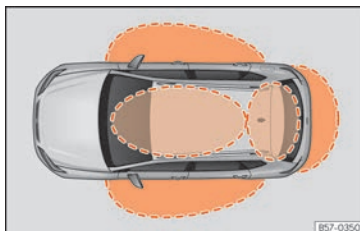
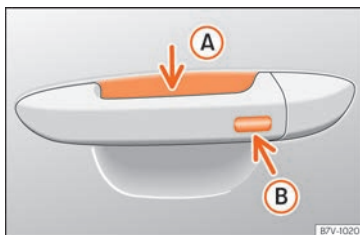

Fig. 80 Keyless Access: zonas de proximidade.
Fig. 81 Manípulo da porta: superfícies sensoras
» **Fig. 81**
O Keyless Access é um sistema de fecho e arranque sem chave com o qual se pode destrancar e trancar o veículo sem utilizar ativamente a chave do mesmo. Para isso, só é necessário que exista uma chave do veículo válida na zona de deteção correspondente à tentativa de acesso ao veículo » **Fig. 80** e tocar numa das superfícies sensoras dos manípulos das portas » **Fig. 81** ou acionar o *softtouch*/pega da porta da bagageira » **Página 113** » **📌**.
Se detetar uma chave válida numa das zonas próximas »» **Fig. 80**, o sistema de fecho e arranque sem chave Keyless Access atribui à referida chave direitos de acesso quando se toca numa das superfícies sensoras dos manípulos das portas ou se aciona o *soft-touch*/pega situado na porta da bagageira.
- Empurre o manípulo de uma das portas dianteiras. Ao fazê-lo, toca-se na superfície sensora »» **Fig. 81 A** (seta) do manípulo e destranca-se o veículo.
• Toque *uma vez* na superfície sensora de bloqueio »» **Fig. 81 B** (seta) do manípulo de uma das portas dianteiras. A porta cujo manípulo se aciona deverá estar fechada.
- Toque *uma vez* na superfície sensora »» **Fig. 81 B** (seta) do manípulo de uma das portas dianteiras. O veículo é trancado com o sistema de segurança «Safe» »» **Página 108**. A porta cujo manípulo se aciona deverá estar fechada.
- Toque *duas vezes* na superfície sensora »» **Fig. 81 B** (seta) do manípulo de uma das portas dianteiras para trancar o veículo sem ativar o sistema de segurança «Safe» »» **Página 108**.
Quando o veículo está trancado, a porta da bagageira destranca-se ao abri-lo se numa zona próxima »» **Fig. 80** se encontrar uma chave do veículo válida.
- Pressione o botão de fecho  do comando à distância e toque uma vez, dentro dos 5 segundos seguintes, na superfície sensora de bloqueio do manípulo da porta do condutor »» **Fig. 81 (B)**. Não agarre o manípulo da porta, caso contrário o veículo não trancará. Também é possível levar a cabo a desativação se se bloquear o veículo através do fecho da porta do condutor.
Para **fechar com a função de conforto** todas as janelas elétricas e o teto de vidro, mantenha um dedo durante uns segundos sobre a superfície sensora de bloqueio »» **Fig. 81 (B)** (seta) do manípulo da porta até que as janelas e o teto se tenham fechado.
As superfícies sensoras dos manípulos das portas poderiam ativar-se ao receber um jato de água ou de vapor a grande pressão, caso existisse alguma chave do veículo válida na zona próxima. Se, pelo menos, uma das janelas com acionamento elétrico estiver aberta e se se ativar a superfície sensora »» **Fig. 81 (B)** (seta) de um dos manípulos de forma permanente, fechar-se-ão todas as janelas.